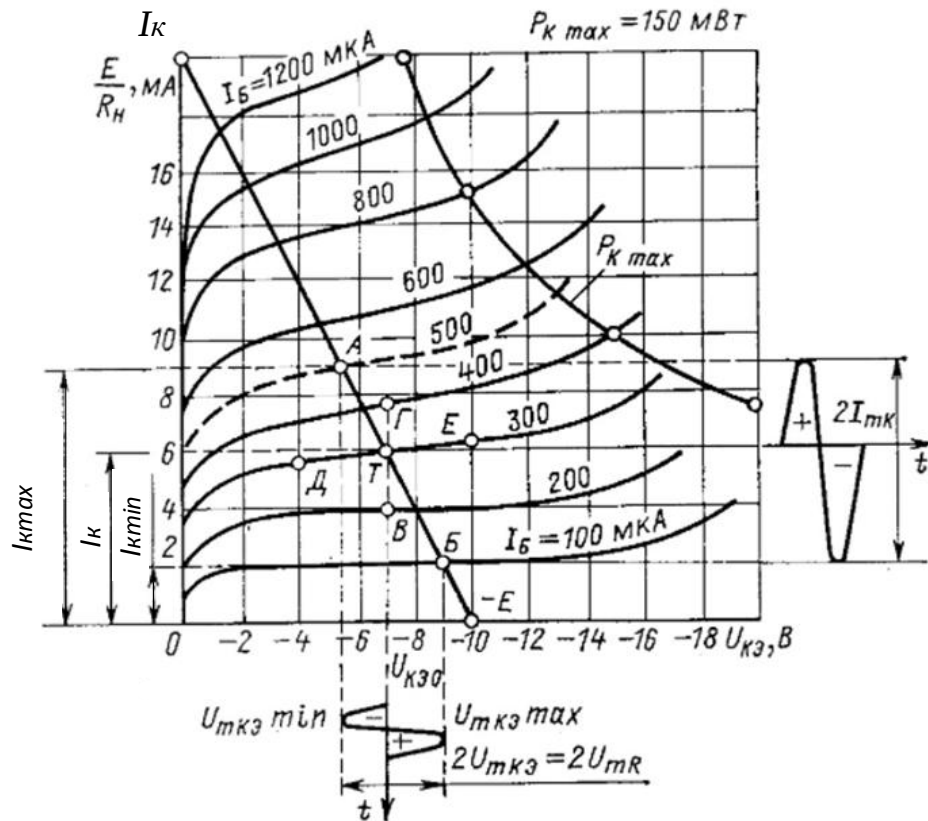

Рис.3.5 Графоаналитический расчет усилителя при помощи выходных характеристик
Подставляя в него значения $U_{KЭ}$, равные, например, $-7,5$; -10 ; -15 и -20В , получаем значения I_K , равные 20 ; 15 ; 10 и $7,5\text{мА}$ соответственно. Построенная по этим точкам линия P_{Kmax} показана на рис.3.5
- коэффициент передачи тока (по точкам В и Г рис.3.5):
- выходную проводимость (по точкам Д и Е рис.3.5):